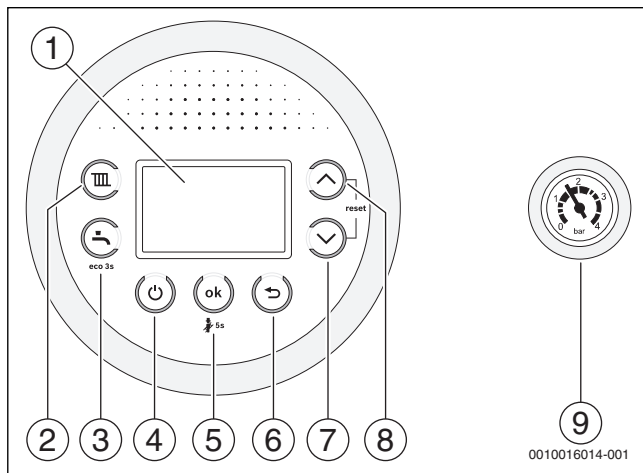

Fig. 1
- ▶ Spegnere l'apparecchio con il tasto  (→ fig. 1).